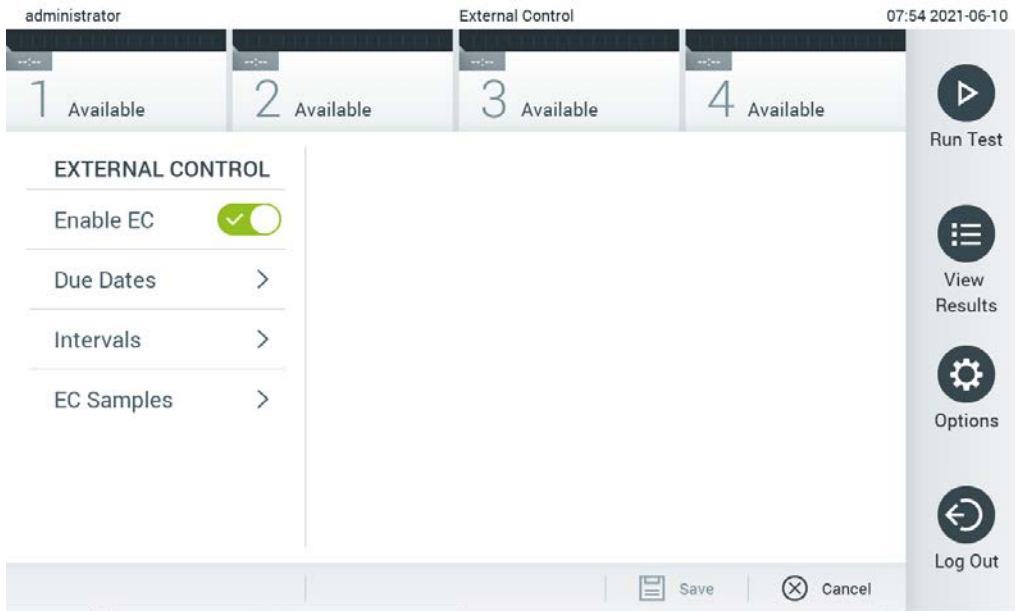

Abbildung 50: Der Bildschirm External Control (Externe Kontrolle).
2. Drücken Sie auf die Umschalt-Taste **Enable EC** (EC aktivieren), um die Funktion zu aktivieren (Abbildung 50).